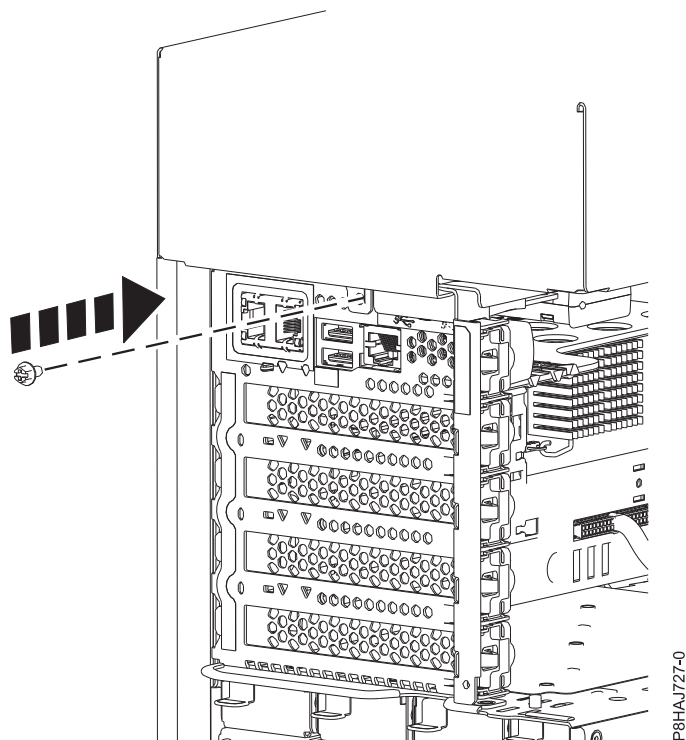

Figure 19. Installation de la vis capot latéral du 8286-41A
5. Installez la vis arrière du capot latéral à l'aide d'un tournevis cruciforme, comme illustré figure 19, à la page 37.